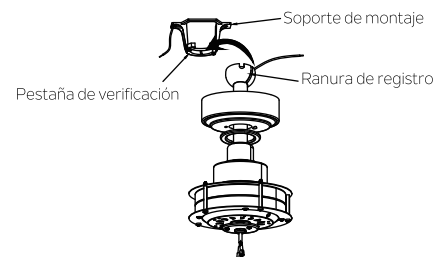

Fig. 9
Paso 5. Ahora, levante el cuerpo del motor hasta ubicarlo en posición y coloque la bola colgante dentro del soporte colgante. Gire hasta que la "pestaña de verificación" haya caído en la "ranura de registro" y se haya asentado con firmeza. (Fig. 9) El cuerpo del motor no girará si esto no se hace correctamente.